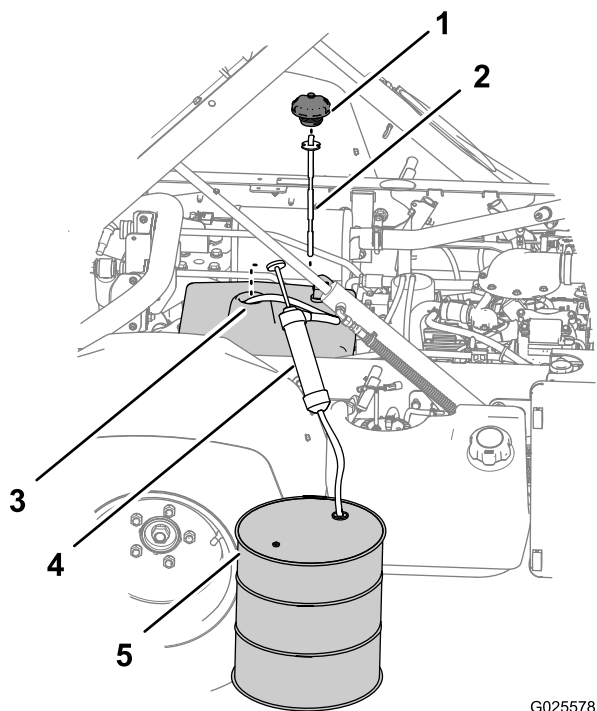

Figura 91
3. Retire a tampa e a vareta do tubo de enchimento do reservatório (Figura 91).
4. Encaminhe a mangueira de admissão do equipamento sifão através do tubo de enchimento do reservatório hidráulico e até ao fundo do reservatório (Figura 91).
5. Direcione a mangueira de descarga do equipamento sifão para um recipiente de recolha (Figura 91) com 11,4 litros de capacidade (modelo não TC) ou 19 litros
7. Retire o equipamento sifão do reservatório (Figura 91).
8. Adicione 7,5 litros (modelo não TC) ou 15,1 litros [modelo não TC com o Kit de fluido hidráulico de alto fluxo (opcional) ou modelo TC] do fluido hidráulico especificado ao reservatório hidráulico (Figura 91).
9. Instale a vareta e a tampa no tubo de enchimento do reservatório hidráulico (Figura 91).